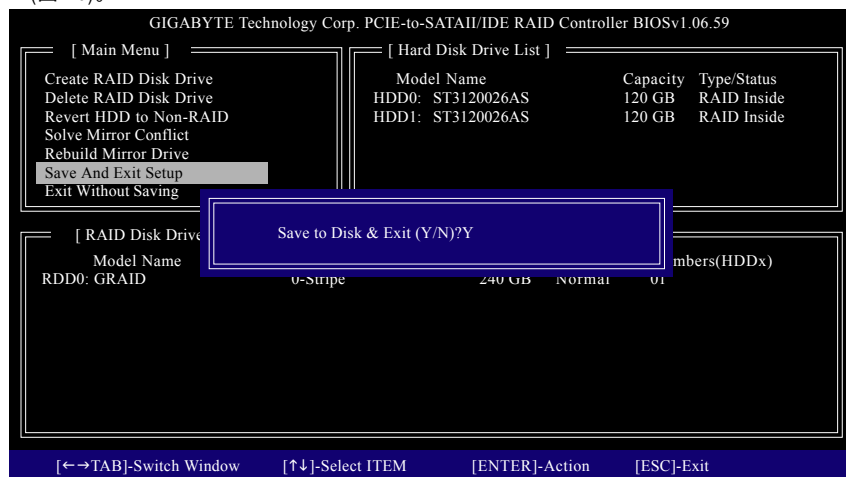

図 10
7. **Save and Exit Setup:** RAID アレイを設定した後、メインスクリーンで **Save And Exit Setup** アイテムを選択し設定を保存してから RAID BIOS ユーティリティを終了し、<Y> を押します (図 10)。